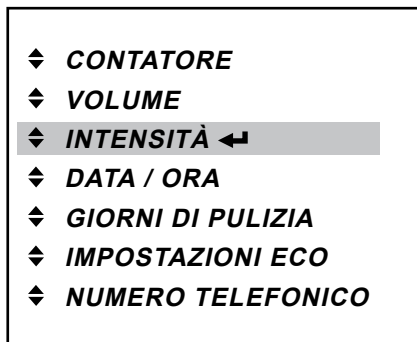

Fig. 40
1. Premere il tasto INVIO **↵**, per richiamare il menu «INTENSITÀ» (fig. 40)